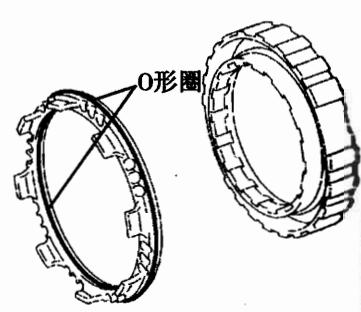

图 12-1-28
③如图 12-1-28 所示, 从第 2 号制动活塞拆下两个 O 形圈。